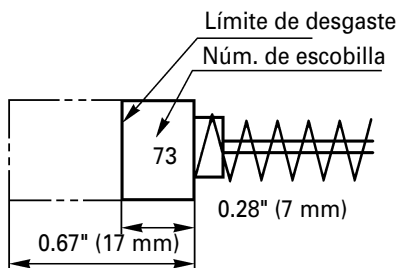

Fig. 20
4. Inspeccionar los escobillas de carb3n (Fig. 20)
Utilice las escobillas HITACHI Nģm. 73 indicadas en la Fig. 20.